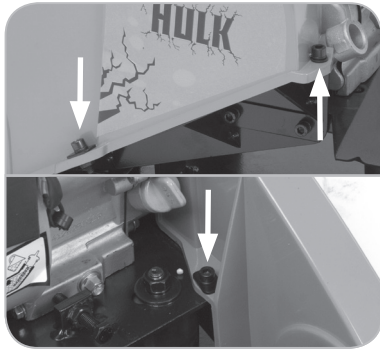

Fig. 16
- Retirez la protection de courroie en retirant les trois (3) vis à douille (**Fig. 16**) en utilisant une clé hexagonale et une clé anglaise (non fournies) et ranger soigneusement pour utilisation ultérieure.